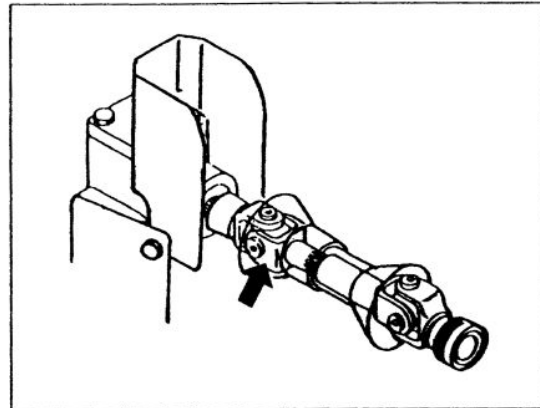

Figure 31
7. Align the joint yoke, Figure 31.
7. Aligner la chape d'attelage. Voir Figure 31.